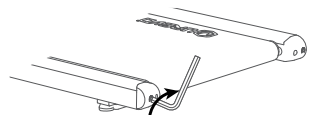

Figura 1
- Si la cinta de caminar se ha desplazado hacia la izquierda, utilice la herramienta hex. para girar el tornillo del rodillo tensor izquierdo 1/4 de vuelta en el sentido de las agujas del reloj (consulte la figura 1).